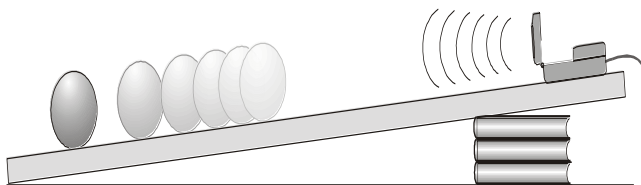

Figura 1: Plano inclinado.
Durante a primeira metade do século XVII, Galileu analisou experimentalmente o conceito de aceleração. Um de seus objetivos era aprender mais sobre os objetos em queda livre. Infelizmente, os dispositivos de seu tempo não eram precisos o suficiente para lhe permitir estudar a queda livre diretamente. Portanto, ele decidiu limitar a aceleração usando fluidos, planos inclinados e pêndulos. Neste exercício de laboratório, você vai ver como a aceleração de um carrinho ou de uma bola rolando depende do ângulo de rampa, como mostra a Figura 1. Então, você vai usar seus dados para extrapolar para a aceleração em uma rampa “vertical”, isto é, a aceleração de uma bola em queda livre.
2. Levante uma das extremidades da rampa ou de um trilho de modo que ele forme um ângulo pequeno com o horizontal. Ajuste os pontos do contato das duas extremidades do plano inclinado, de modo que a distância,  $x$ , na Figura 1 esteja entre 1 e 3 m.